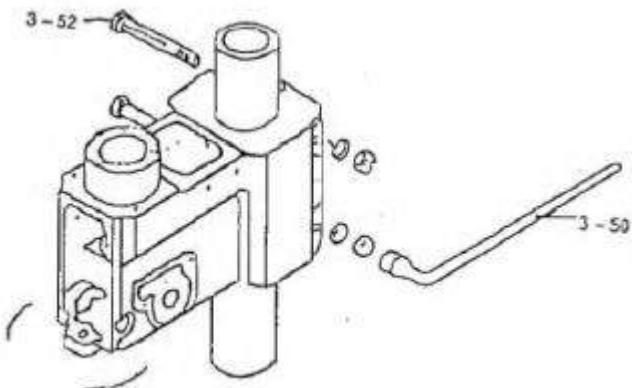

Рис.2
(3) Регулировка головки
- (а) Для поднятия и опускания головки, ослабить два болта (3-52), показанные на Рис. 2.